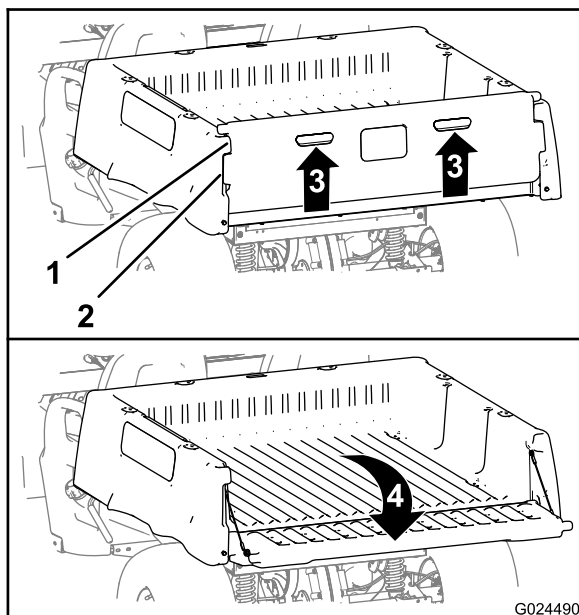

Figure 18
2. Passez les doigts dans les poignées du panneau arrière pour le soulever (Figure 18).
3. Alignez les bords de verrouillage du panneau arrière sur les ouvertures entre les bords de verrouillage sur le plateau de chargement (Figure 18).
4. Faites pivoter le panneau arrière vers l'arrière et le bas (Figure 18).
6. Faites pivoter le panneau arrière vers le haut et l'avant jusqu'à ce que les bords de verrouillage du panneau arrière soient de niveau avec le creux dans le plateau de chargement (Figure 18).
7. Abaissez le panneau arrière jusqu'à ce qu'il soit de nouveau engagé à l'arrière du plateau de chargement (Figure 18).